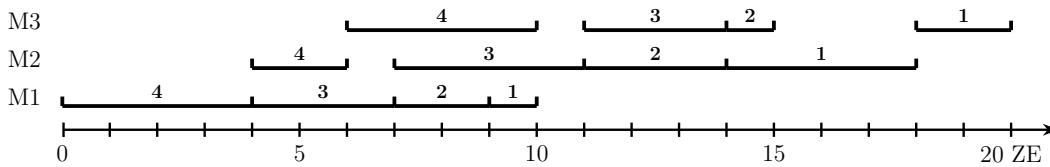

Abbildung 2: Balkendiagramm zur Bearbeitungsreihenfolge (4 3 2 1)
a) Das Balkendiagramm in Abbildung 2 zeigt deutlich, dass für die Bearbeitungsfolge (4 3 2 1) die Maschine 2 zwar bereits zum Zeitpunkt 6 frei ist, aber Job 3 auf M1 noch nicht abgeschlossen ist und somit erst zum Zeitpunkt 7 auf M2 wechseln kann. Insgesamt ergibt sich eine Durchlaufzeit für die vier Jobs von 20 [ZE].